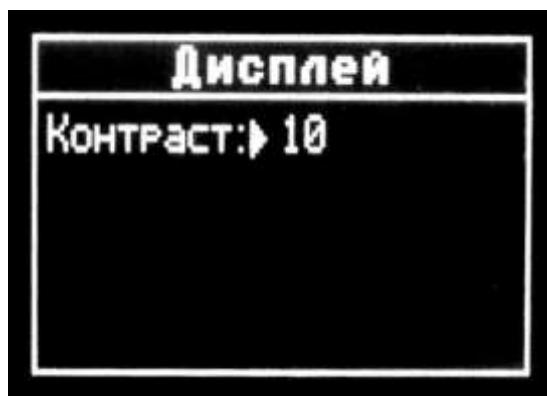

Рисунок 34
5.3.16 Настройка дисплея (рис. 34).